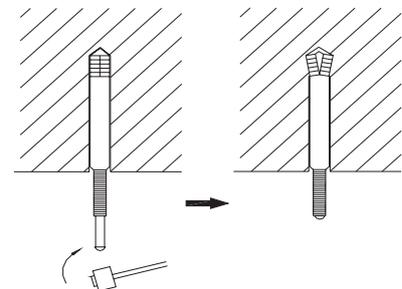

Abb. 7
1. Installieren Sie die Schrauben in der Decke. Die Decke muss hinsichtlich des Gerätes ausreichend tragfähig sein. Markieren Sie die Schraubenpositionen nach der Installationsschablone. Bohren Sie Bohrungen $\Phi 12,7$ mm (1/2") mit einer Schlagbohrmaschine. (Abb. 7)